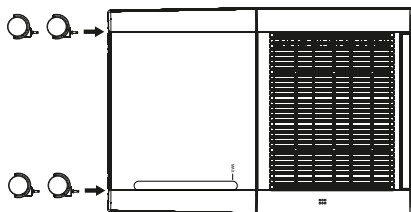

Abb. 1
- ◆ Drücken Sie die Rollen 6 in die vier Löcher in der Geräteunterseite, bis sie vollständig einrasten (siehe Abb. 1).